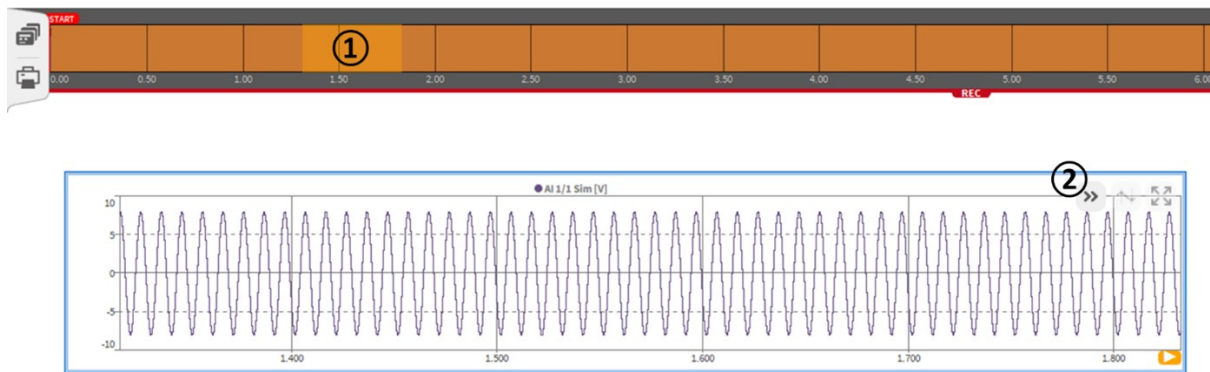

Abb. 8.26: Funktionen von DejaView™
Während einer Aufzeichnung können Daten auch in der Vergangenheit mithilfe der DejaView™ Funktion untersucht werden. Um diese Funktion zu benutzen, klicken oder tippen Sie in den Rekorden und wischen Sie die Daten einfach nach rechts. Die Daten können auch gezoomt werden. Um schnell zur aktuellen Aufzeichnungszeit zu gelangen, klicken Sie auf das graue >> Symbol (siehe ② in Abb. 8.26). Dies ist eines der **mächtigsten** Features der OXYGEN Software.
- Funktionen von DejaView™ (siehe Abb. 8.26) sind folgende:
- ① Zeigt den Abschnitt der Messung, welcher im Rekorder angezeigt wird.
- ② Durch Drücken dieses Buttons springt der Rekorder zur aktuellen Aufzeichnungszeit und zeigt die gerade aufgenommenen Daten. Ein Rechtsklick auf diesen Button zeigt die gesamten Daten seit Aufzeichnungszeit bis zum aktuellen Zeitpunkt.